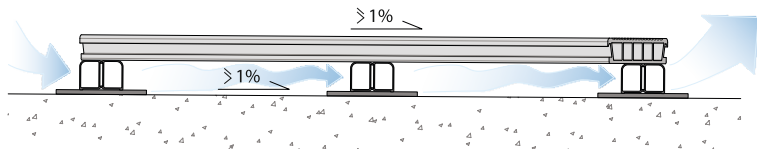

Рисунок 7
- Обеспечить достаточную сквозную вентиляцию поднастильного пространства. Внимание: зазор между досками не обеспечивает достаточной вентиляции. **(Рис.7)**
- Обеспечить наклон основания террасы (не менее 1%) для водоотвода из поднастильного пространства. **(Рис.7)**